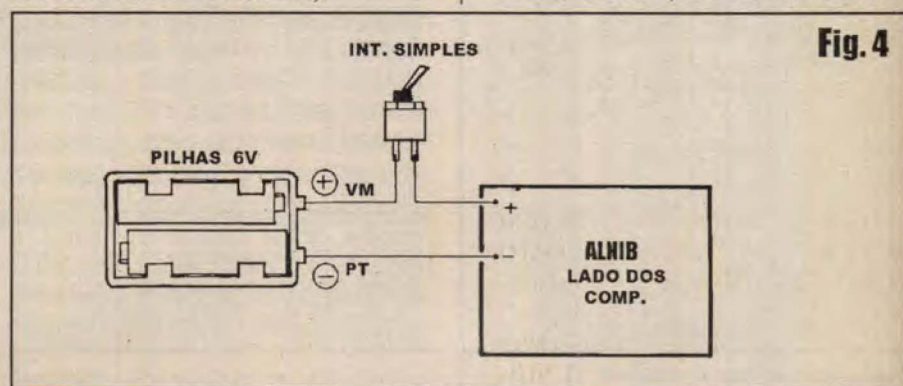
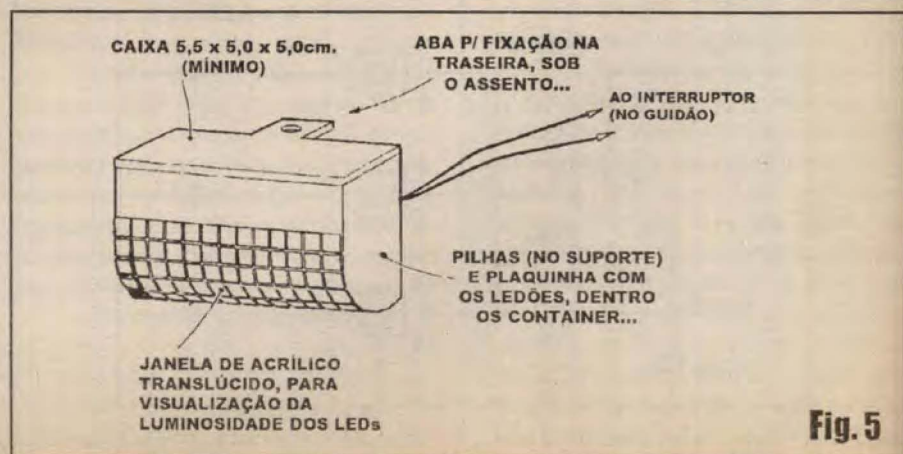

Fig. 4
Fig. 5
- FIG. 4 - CONEXÕES EXTERNAS À PLACA - A placa ainda é vista pela sua face não cobreada (como no diagrama anterior...), porém agora com ênfase nas conexões *do impresso para fora*, visualmente desprezados, portanto, os componentes que já foram detalhados na
- FIG. 5 - SUGESTÃO BÁSICA PARA ENCAIXAMENTO E ACABAMENTO... - Nada mais óbvio do que o arranjo final sugerido, ideal para fixação na traseira da bicicleta... A caixa deverá apresentar, no seu painel principal, uma janela ou "lente" transparente ou translúcida, vermelha ou incolor, posicionada bem em frente ao conjunto de 6 LEDs presentes na placa do impresso, interiormente fixadas no *container*... Uma pequena aba furada, ou mesmo braçadeira apropriada, junto ao topo ao parte posterior do conjunto, facilitará sua fixação no conveniente local através de parafuso/porca... Lembrar que, se o interruptor for fixado no guidão, também precisará de um sistema qualquer (pequena braçadeira ou coisa assim...) de instalação mecânica... Um cabinho paralelo fino poderá ser *puxado*, entre a caixa do **ALNIB** e o dito interruptor, estabelecendo as conexões elétricas já detalhadas na FIG. 4...